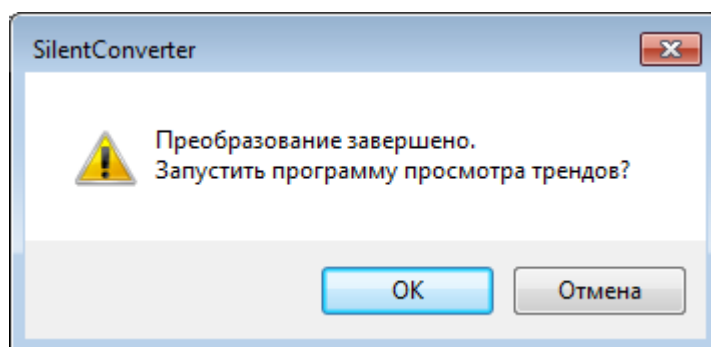

Рис. 4.3 Окно с предложением запуска «ZETTrends»
6. По окончании преобразования файлов появится окно (Рис. 4.3) с предложением запуска программы «ZETTrends» для просмотра записанных сигналов.